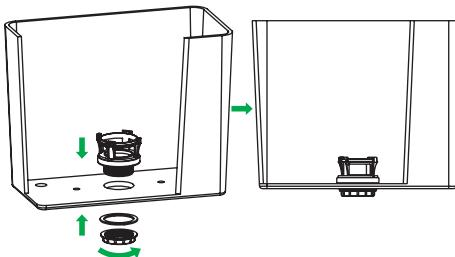

Рис. 3 / 3-сур.
- Установите седло клапана в днище бачка (рис. 3).